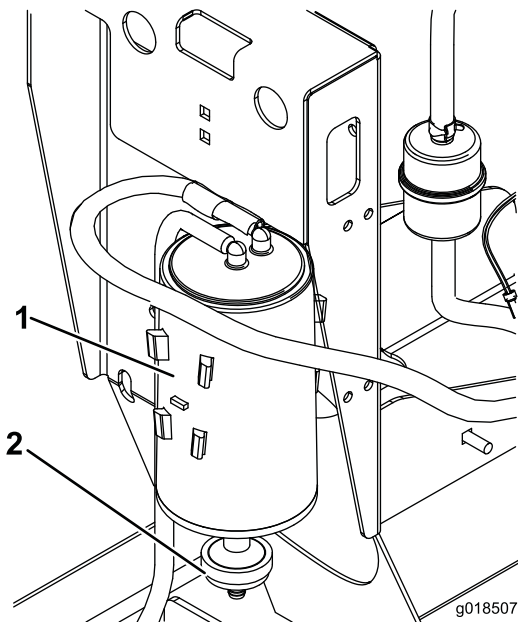

Figura 17
2. Retire e deite fora o filtro de ar do recipiente de carbono (Figura 17).